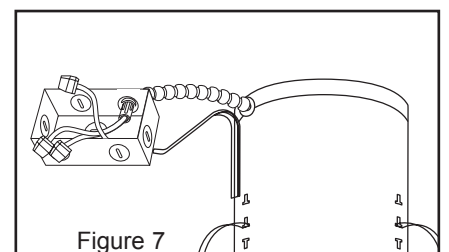

Figure 7
**Step 2.** Remove wiring box cover. Remove the appropriate knock-out to connect flexible metal conduit or non-metallic cable to wiring box with proper connectors (by others) (Fig. 7).
**Paso 2.** Quite la cubierta de la caja de conexiones (fig. 7). Quite el agujero ciego apropiado para conectar el conducto metálico flexible o el cable no metálico en la caja de conexiones con los conectores adecuados (de otros fabricantes).